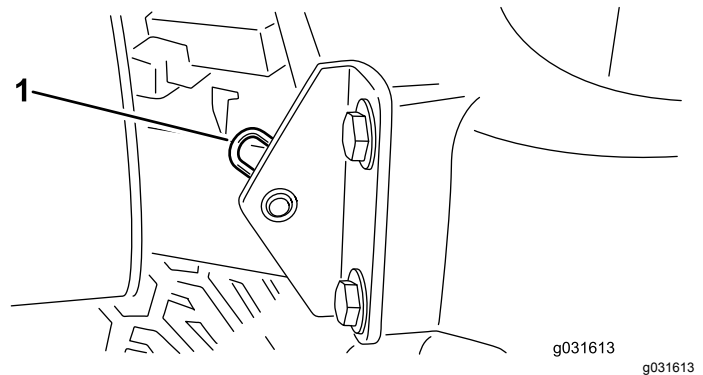

Figura 58
2. Tire o perno de gancho que fixa a articulação do capot aos suportes de montagem (Figura 58).